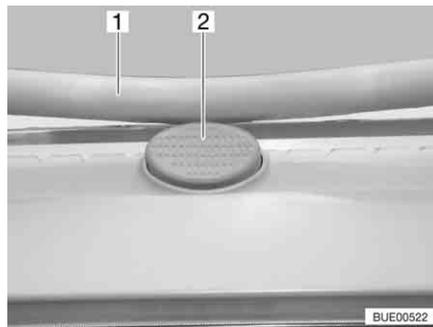

Bild 67 Sicherungsknopf an der Heki-Dachhaube
- Den Sicherungsknopf (Bild 67,2) drücken und den Bügel (Bild 67,1) mit beiden Händen nach unten ziehen.
- Den Bügel mit beiden Händen nach oben drücken, bis der Bügel oberhalb des Sicherungsknopfes (Bild 67,2) liegt.